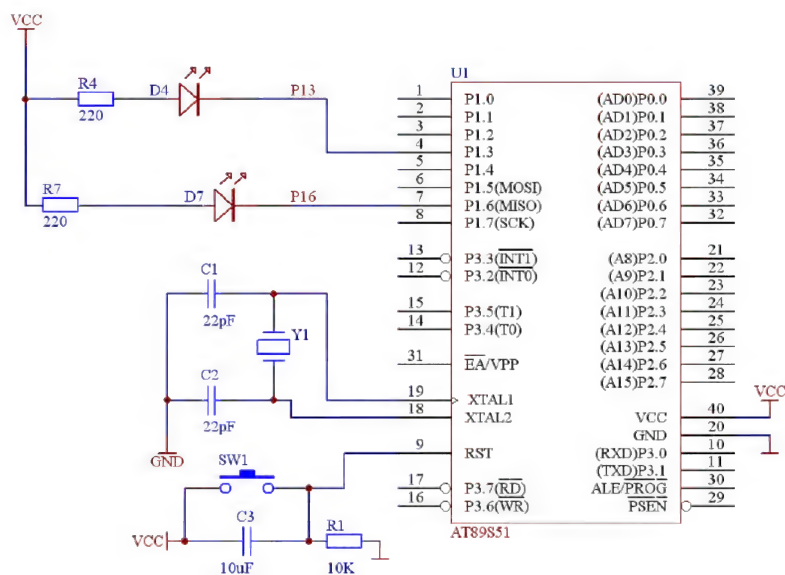

图 5.22 上机题 1 原理图
1. 电路图如图 5.22 所示, 编写一个程序完成以下任务。